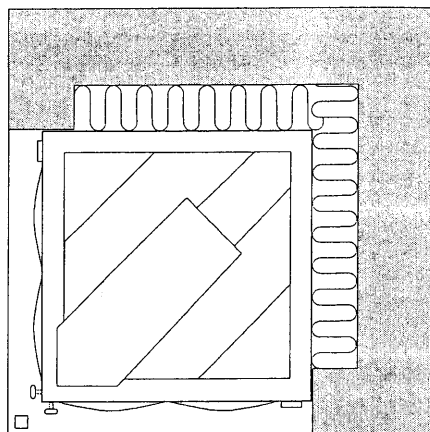

Fig 1B
3. Om kassetten av någon anledning inte går in i hörnet på ena eller andra sidan (se fig. 1B) så måste tomrummet mellan kassetten och spisen fyllas ut. Detta är för att förhindra att sot samlas där. Tomrummet fylls med isolering (Rockwools gröna nätmatta nr 441 eller Gullfiber Minwool) till strax under kassetten ovankant.